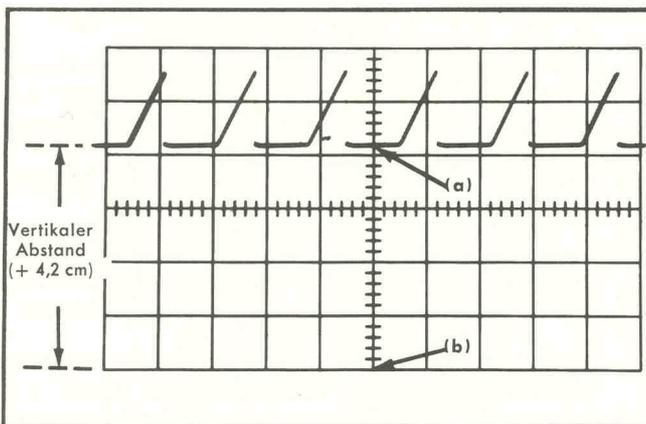

Bild 3-2 Messung des Momentanwerts einer Spannung bezogen auf eine Referenzspannung.
4. Bei abgetrenntem Signal und kurzgeschlossenem Eingang wird mit dem Lageregler des verwendeten Kanals die Lage des Strahls mit einer der horizontalen Rasterlinien, wie zum Beispiel b) in Bild 3-2 zur Deckung gebracht. Diese Linie wird nun als Masse- (oder Null-) Bezugslinie
- Der vertikale Abstand in Zentimeter wird von der Masse-(Null-)Bezugslinie in Schritt 4 festgelegt, zum Punkt auf dem Signal, der gemessen werden soll, wie beispielsweise zwischen a) und b) in Bild 3-2. Steht der Polaritätsschalter POLARITY in Stellung NORMAL und der Punkt auf dem Signal befindet sich über der Referenzlinie, so zeigt dies eine positive (+) Polarität an. Befindet sich der Punkt unterhalb der Linie, so ist die Polarität negativ (-). Steht der Schalter POLARITY in Stellung INVERTED, so sind die angezeigten Polaritäten umgekehrt.
lenkung von 4,2 cm von der Referenzlinie aus gemessen (siehe Bild 3-2). Diese Werte werden in die nachfolgende Formel eingesetzt: